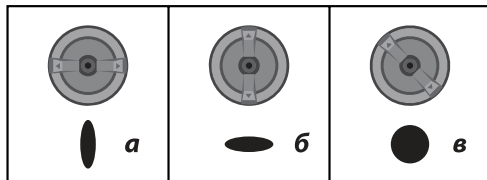

Рис. 3
- а)** горизонтально - для формирования вертикального факела при окраске вправо-влево (Рис. 3а);
- б)** вертикально - для формирования горизонтального факела при окраске вверх-вниз (Рис. 3б);
- в)** под углом 45° - для формирования круглого факела при окраске углов, ребер и труднодоступных поверхностей (Рис. 3в).